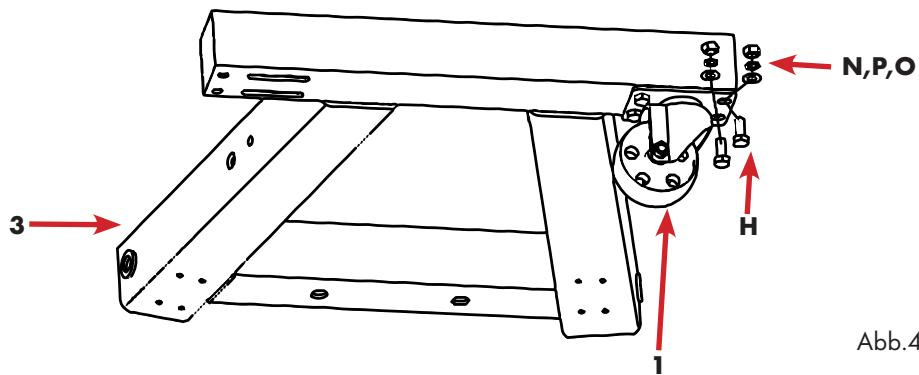

Abb.4
- Befestigen Sie die großen 3,5" und die kleinen 3" Rollen am π -Träger mit Schrauben, Unterlegscheiben, Sprengringen und Muttern ohne die Muttern festzuziehen, Abb.4.
- Schieben Sie dazu die 3,5" Rollen in die Langlöcher am Querbalken des π -Trägers, Abb.4
Legende Abbildung 4 bis 7 (siehe auch ab Seite 15, Abbildung 2 und Tabelle 1)